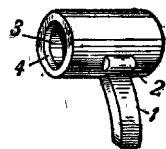

Рис. 26. Соединительная муфта:
**Соединительная муфта** (рис. 26) предназначена для соединения затворной рамы со ствольной коробкой и служит упором для заднего конца возвратно-боевой пружины. Она имеет: хвост для удобства пользования, выступ для соединения со ствольной коробкой и канал с уступом для упора возвратно-боевой пружины.